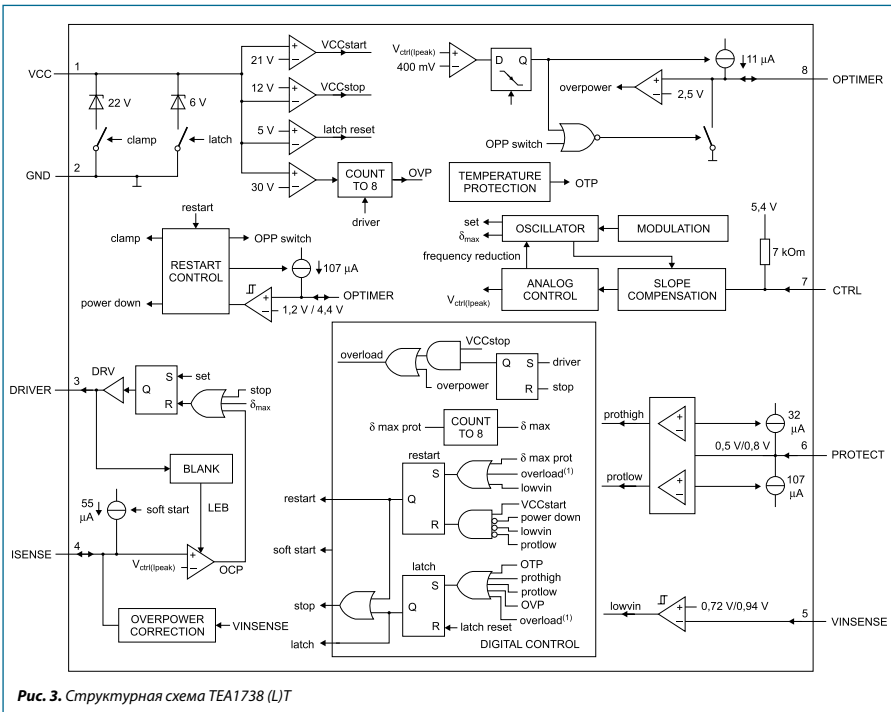

Рис. 3. Структурная схема TEA1738 (LT)
Принцип работы TEA1738 (LT) представлен на блок-диаграмме (рис. 3). В TEA1738LT сигнал перегрузки